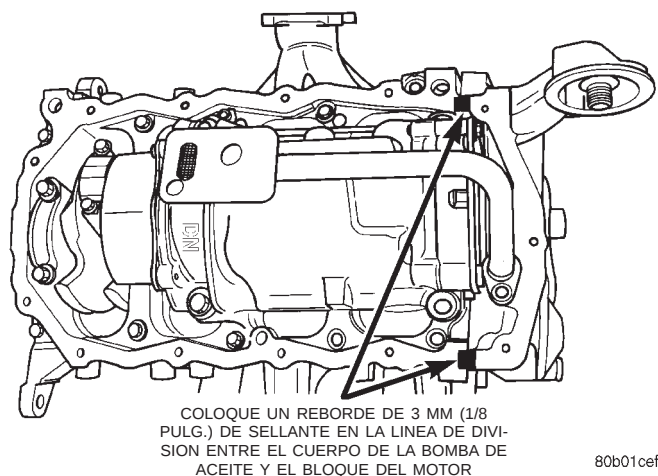

Fig. 67 Sellado del colector de aceite
(1) Aplique sellante adhesivo de goma siliconada Mopar® o equivalente en la línea de división entre la bomba de aceite y el bloque del motor (Fig. 67).